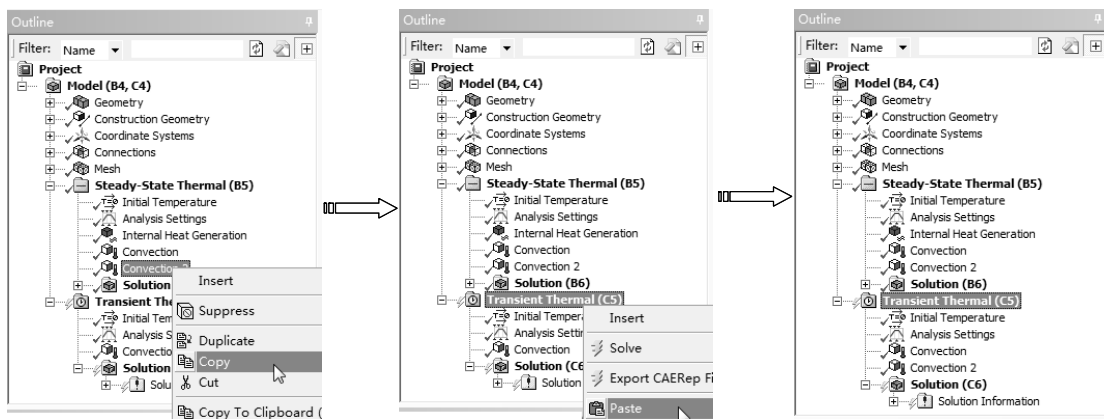

图 11-57 复制 Convection 2 边界条件
2) 在【Steady-State Thermal (B5)】节点下选择【Convection 2】节点，单击鼠标右键，在弹出的快捷菜单中选择【Copy】命令，然后选中【Transient Thermal (C5)】节点，单击鼠标右键，在弹出的快捷菜单中选择【Paste】命令，复制 Convection 2 边界条件，如图 11-57 所示。